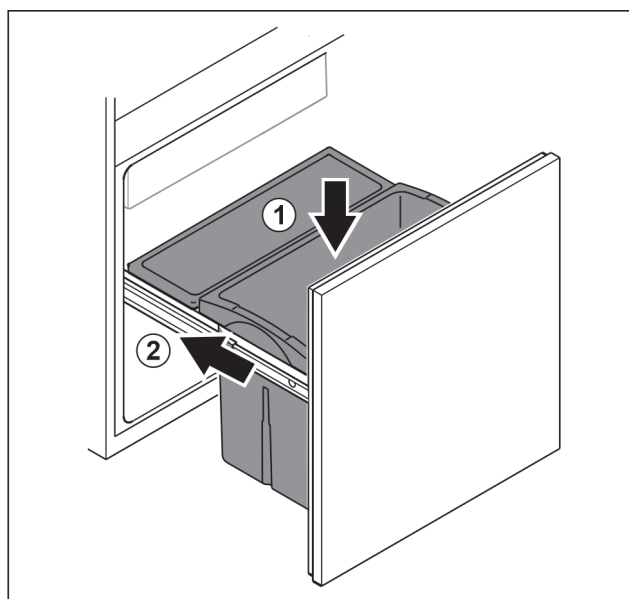

Fig. 191
- Inserire il cassetto dall'alto. Fig. 191 (1)
- Inserire il carrello spingendolo. Fig. 191 (2)